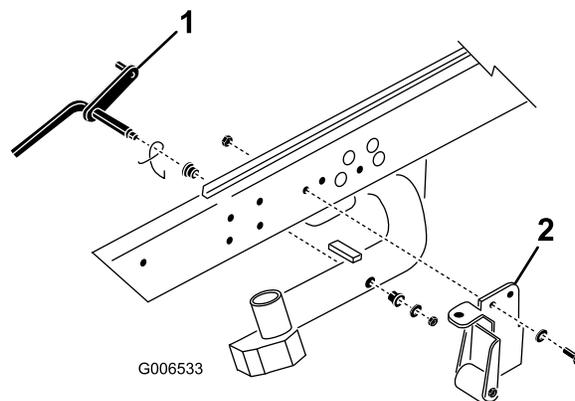

Figura 9
- Rimuovete il dado di bloccaggio e la rondella che fissano l'asta orientabile al braccio di sollevamento n° 2 (Figura 9). Rimuovete l'asta orientabile e la molla dal braccio di sollevamento. Ripetete la procedura per i bracci di sollevamento n° 1 e n° 3.
con regolazione su due punti (DPA) (Figura 9).